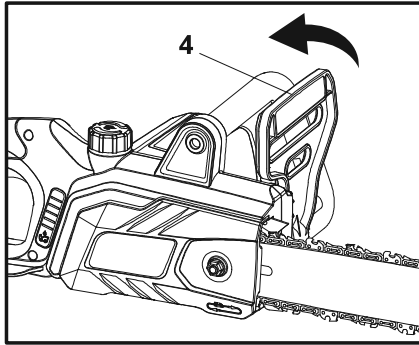

Fig. 13. Freno de cadena desactivado
Freno de cadena desactivado: cuando la palanca del freno de cadena (4) está en la posición de desactivación, el producto puede usarse con normalidad (Fig. 13).